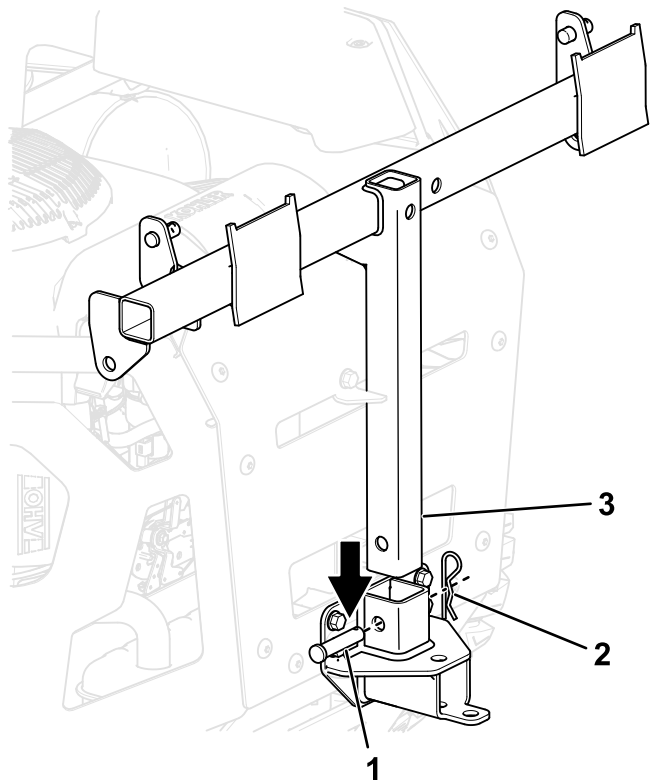

Bild 15
4. Befestigen Sie den Heckfangsystemrahmen an der Befestigungshalterung des Heckfangsystems mit dem langen Lastösenbolzen und einem Splint (**Bild 15**).